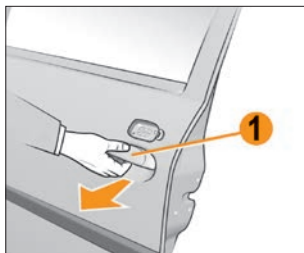

Рис. 1.4.1. Открытие боковых дверей снаружи
**Передние и задние двери:** при предварительно разблокированной двери возьмитесь рукой за ручку **1** (рис. 1.4.1) снизу и потяните ее на себя.